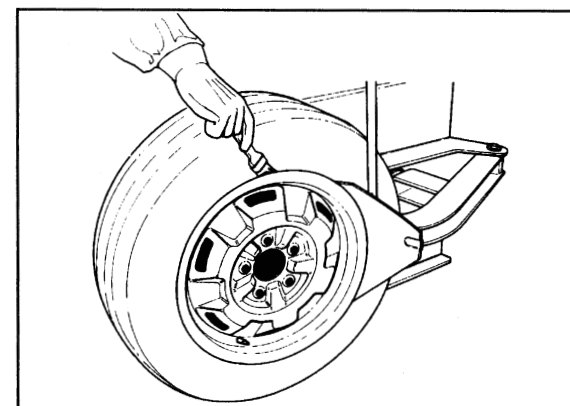

Рис. 23
**В.** Отожмите от диска наружный борт шины, начиная с противоположной вентилю стороны. Смажьте поверхности соприкосновения борта шины и диска специальной смазкой. Отожмите внутренний борт. Не удерживайте педаль в нажатом положении дольше, чем требуется, поскольку при сильной деформации шины возможно повреждение борта. Обильно смажьте диск и борт (рис. 23).